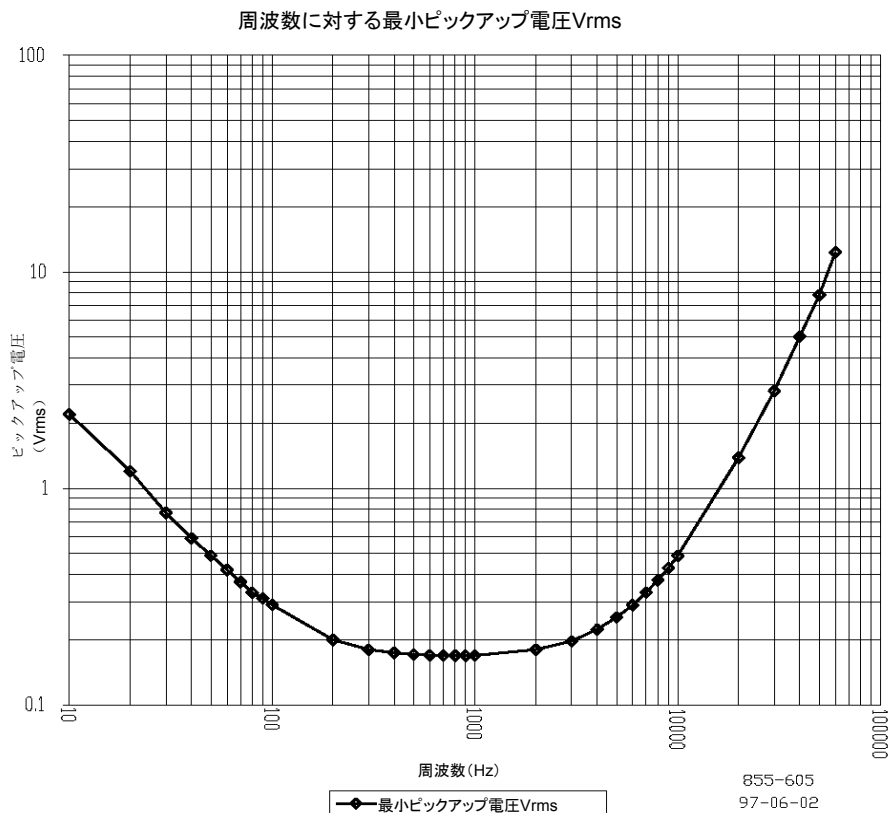

図 4-7. 周波数に対する MPU ピックアップ電圧
- FTMのアナログ入力配線接続については、図4-7、4-8、付録Aを参照してください。